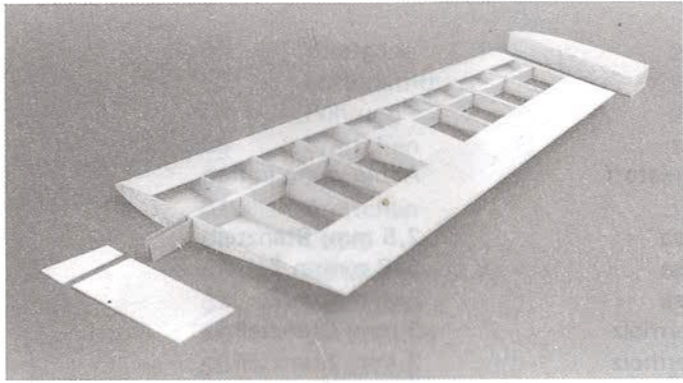

Abb. 11
Bereich zwischen den Rippen (100) und (101) ist voll beplankt - Rest von Pos.(75), vorne bis zur halben Hauptholmdicke - siehe Plan. Die volle Beplankung zwischen Rippen (96) und (97) kommt später - Abb.11!